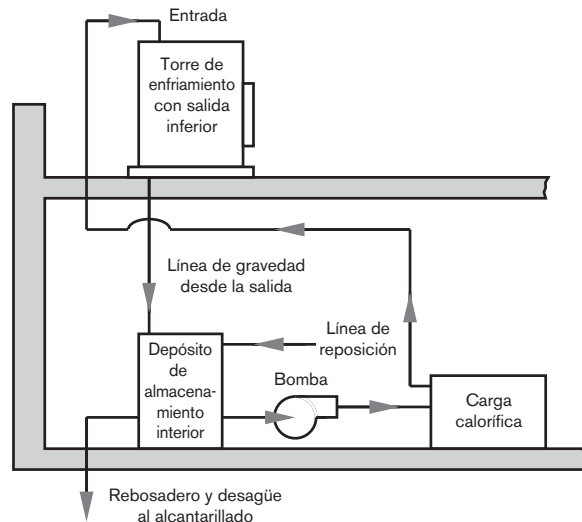

Figura 2
1. Si la torre debe funcionar con temperaturas bajo cero, se recomienda que la torre se instale para operación de flujo por gravedad. Ver la Figura 2.